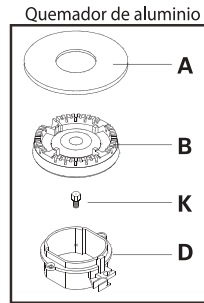

Fig. 8
- A** Retire la tapa del quemador (A) (Fig.8).
- B** Retire los inyectores (K) de la cámara de mezcla (D) (Fig.8).
- E** Proceda a ubicar el quemador (B) y la tapa del quemador (A) (Fig.8).